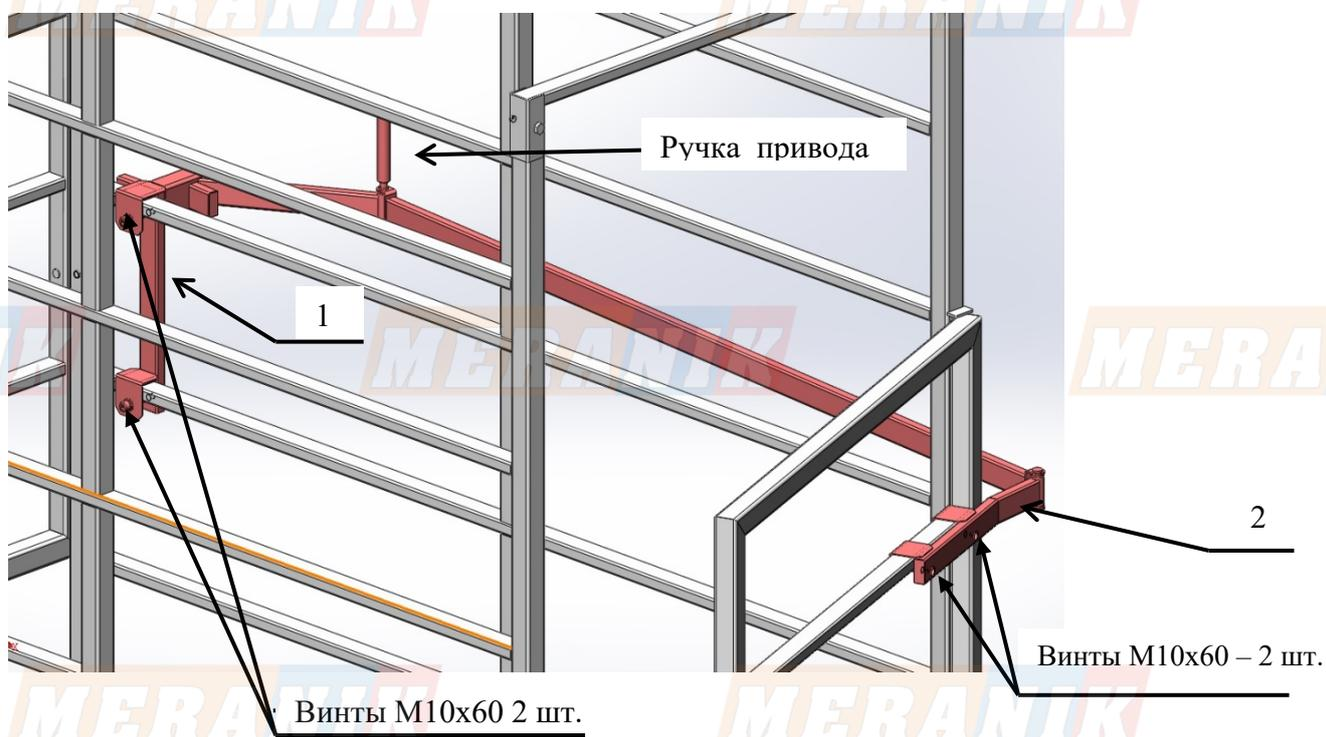

Рис.7 Схема установки механизма на ограждение весов
Схема весовой платформы с установленным механизмом затвора представлен на Рис.7
1. При полностью закрытой выходной калитке дверца должна стопориться за счет упора 2 (Рис. 8Б). Если этого не происходит необходимо перемещением вертикальной части 1, Рис.7 по перекладинам ограждения обеспечить это условие.
2. При полностью открытой дверце (дверца открыта на  $90^\circ$ , образует с ограждением одну линию) шарнир тяг, рис. 8А должен иметь небольшой угол «наружу» весов, иначе калитку невозможно закрыть ручкой привода, рис.7. Регулировка производится незначительным (несколько сантиметров) перемещением горизонтальной части 2 (Рис.7) вдоль перекладины калитки.